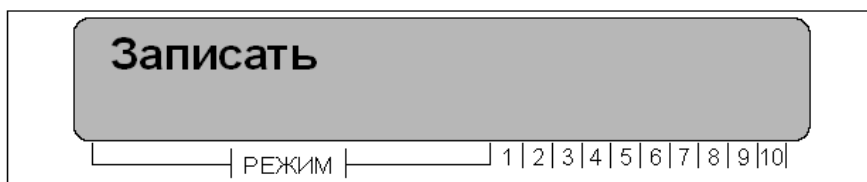

Рисунок 24
- после редактирования всех необходимых параметров программы ее необходимо записать в память конфигурации прибора, для чего нужно выбрать пункт «Записать», рисунок 24.